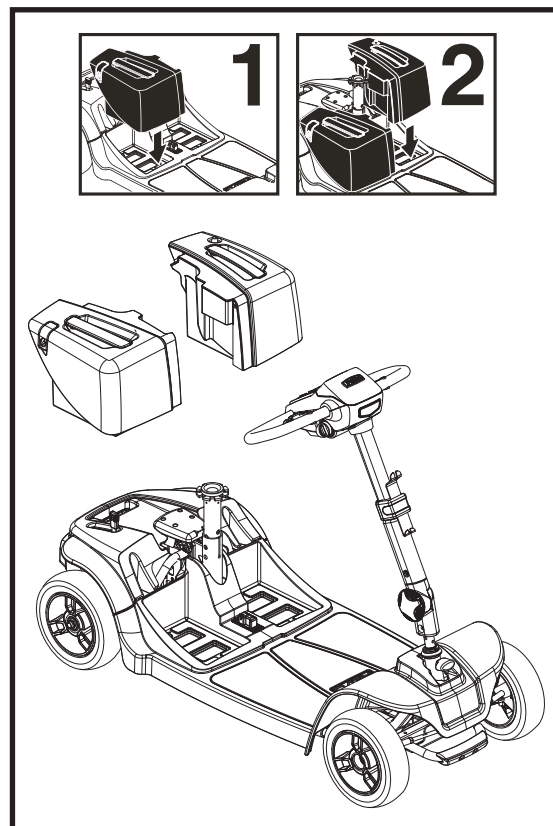

Figure 25. Boîtier à batteries Installation du modules 66 et 67
12. Réinstallez le module dans son puits sur le scooter et refermez le verrou. **Voir la figure 25.**